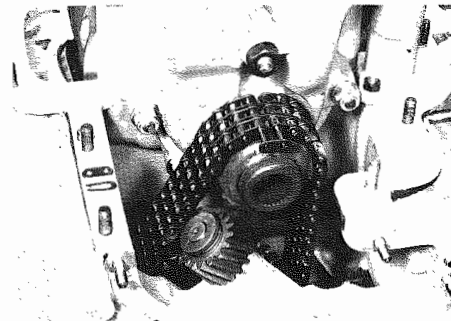

Fig. 80
- Togliere le piastrine e sfilare la maglia di giunzione (**Fig. 80**).
- Remove plates and withdraw junction links (**Fig. 80**).